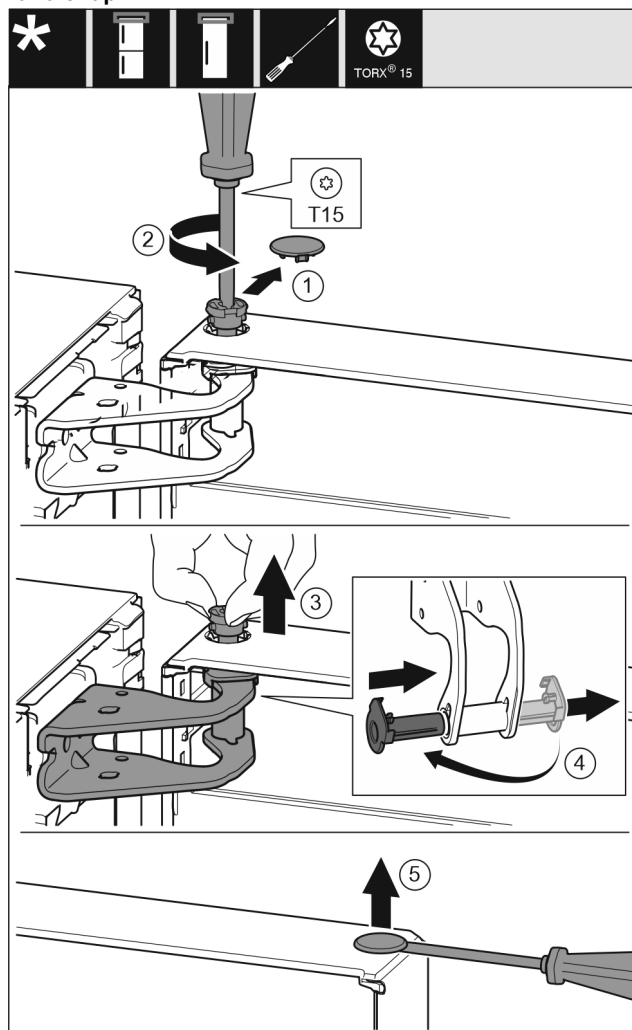

Fig. 7
- Ta försiktigt av blindlocket. Fig. 7 (1)
- Skruva ut bulten en bit med torxskruvmejsel T15. Fig. 7 (2)
- Håll fast dörren och dra ut bulten med fingrarna. Fig. 7 (3)
- Dra ut lagerbusningen ur hålen. Sätt in den från den andra sidan så att den går i lås med ett klick. Fig. 7 (4)
- Bänd försiktigt upp pluggarna från dörrlagerbusningen med en spårskruvmejsel och dra ut dem. Fig. 7 (5)